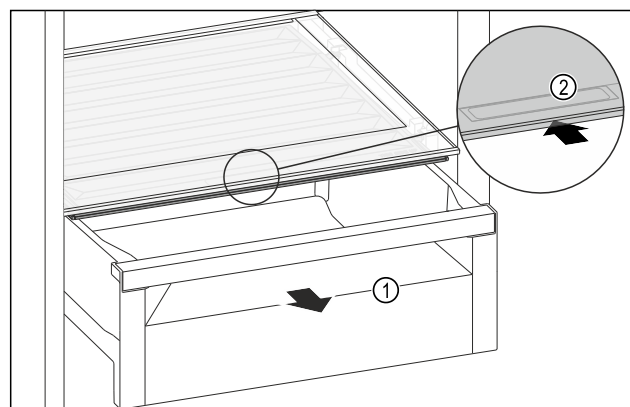

Fig. 207
- Izvlecite predal Fig. 207 (1).
- Primite prijemalno vdolbino Fig. 207 (2) na pokrovu predala in pokrov predala istočasno potisnite nazaj.